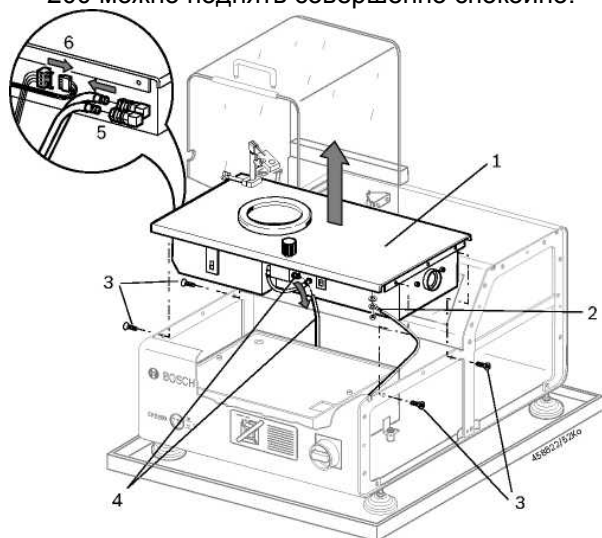

Рис. 19. Демонтаж блока камер для струи.
2. Отвинтить крепежные болты (4 шт.) **3** (рис. 19) блока камер для струи.
3. Подвесить блок камер для струи **1** (рис. 19).
4. Вытянуть шланг из штекерного резьбового соединения **4** (рис. 19). Для этого нужно нажать вниз на кольцо штекерного резьбового соединения.
5. Вытянуть два шланга их быстродействующих затворов **5** (рис. 19).
6. Вытянуть электрический соединительный кабель кольцевого светильника из штекера **6** (рис. 19).
7. Отвинтить кабель заземления **2** (рис. 19) в блоке камер для струи.